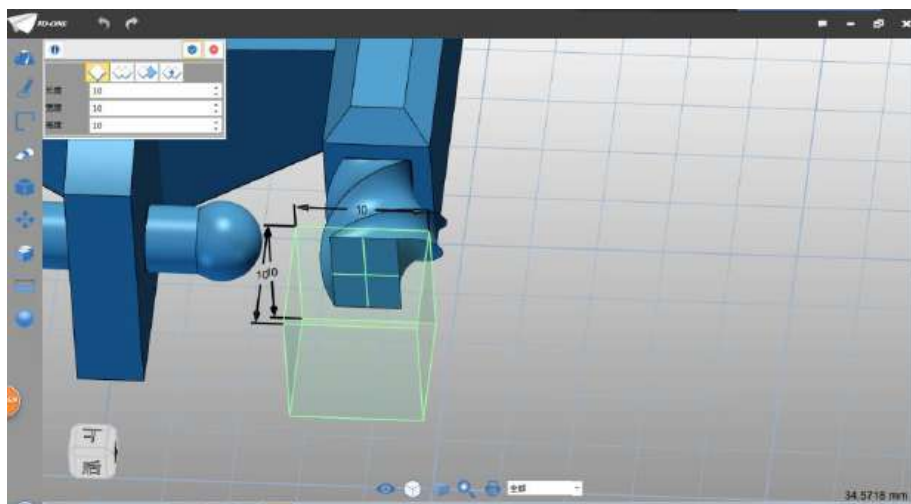

图 3-15
Step 15 点击确定，完成扭转。选择六面体命令 ，选择如图所示位置放置中心点（中心点类似在该平面的中心点），如下图 3-15 所示：